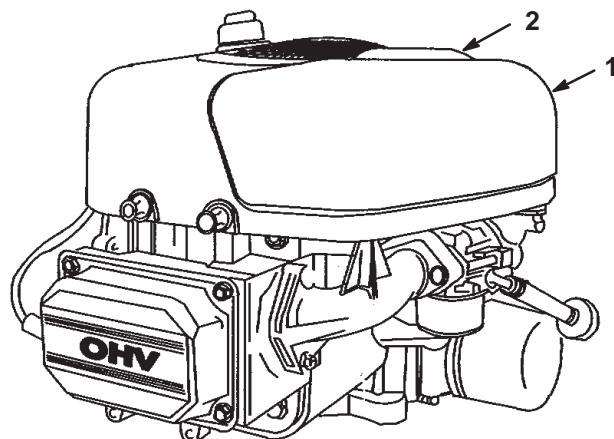

Bild 23
- Reinigen Sie den Bereich um den Luftfilter herum, um zu verhindern, dass Schmutz in den Motor fällt und Schäden verursacht. Ziehen Sie den Griff am Luftfilterdeckel hoch und drehen ihn in Richtung des Motors (Bild 23). Entfernen Sie den Luftfilterdeckel.